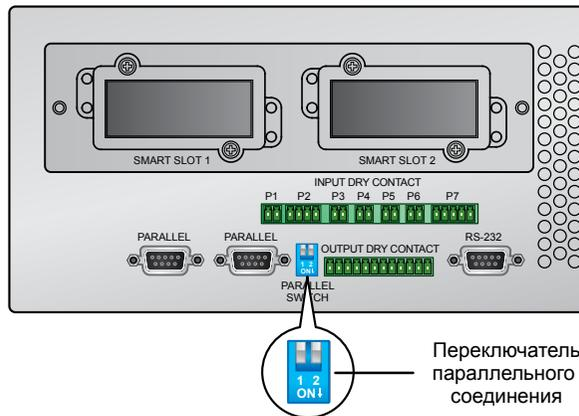

Рис. 6-2. Положение переключателя параллельного соединения
1. Перед тем как соединять ИБП (максимум четыре) параллельно, следует на панели управления задать идентификационный номер (ID) каждой параллельной группы и каждого параллельного ИБП в группе. См. п. 7.7.5.
2. При параллельном соединении ИБП установите в нужное положение переключатель параллельного соединения (см. *рис. 6-2*), руководствуясь п. 3.4.3.